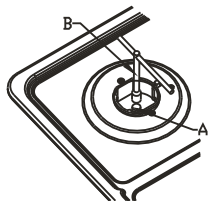

Рис. 6
- Замініть інжектори відповідними інжекторами згідно з таблицею на наступній сторінці (дивіться рис. 6). Спочатку видаліть кришки та кільця горілки та відвинтіть за допомогою ключа «В» інжектор «А» (дивіться рис. 6).